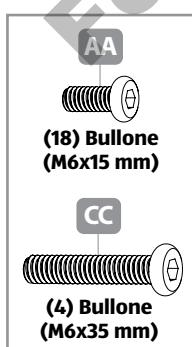

Fig. 3
Inserire due bulloni M6x15 (AA) attraverso gli occhielli all'estremità della mezza arcata (D) e negli inserti filettati che si trovano sulla sommità di entrambi i pali superiori (C), vedere Fig. 3.
Inserire un bullone M6x35 (CC) attraverso l'occhiello della staffa di supporto della traversa (N) e nella filettatura che si trova in cima a entrambi i pali superiori (C), vedere Fig. 3. Seguire questo passaggio per collegare le parti N rimanenti alle sommità della parte A e della parte B.